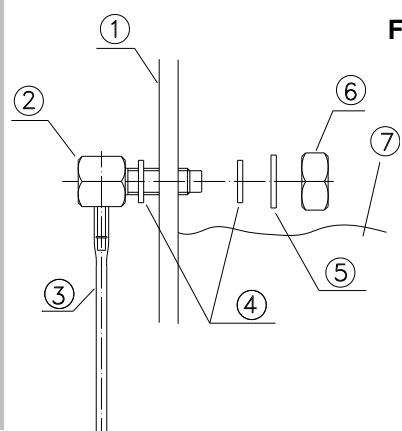

Figura 3
- Taladrar un agujero de 22 mm en el lado vertical de la cuba, por encima del nivel del agua, y fijar el empalme de inyección como se muestra en el dibujo (Figura 3)